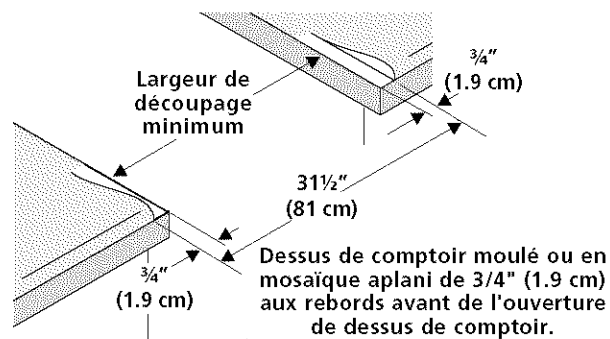

Figure 8
- Les dessus de comptoir au **rebord avant moulé** doivent être aplanis de $\frac{3}{4}$ " (1.9 cm) à chaque coin avant de l'ouverture (Figure 8).
- Il est possible qu'il soit nécessaire d'araser de $\frac{3}{4}$ " (1.9 cm) les dessus de **comptoir en mosaïque** à chaque coin avant et/ou d'aplanir le rebord arrondi (Figure 8).